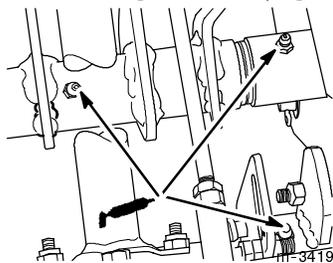

Figure 32
4. Lubrifier les trois graisseurs (Fig. 32).